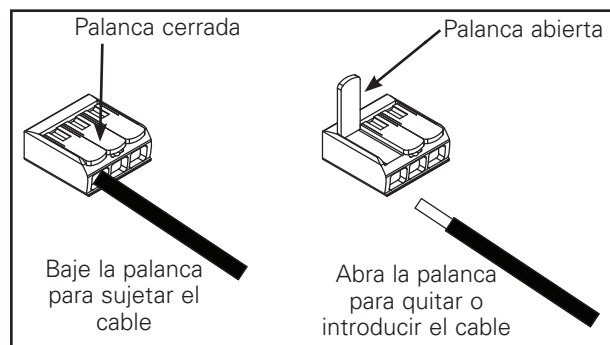

Figura 16
4. Conecte los cables conductores de suministro a los cables conductores de la caja de empalmes (línea, neutro y tierra) en el accesorio con los conectores de palanca. (Figura 16). Cerciérese de no dejar conductores desnudos por fuera de los conectores de palanca.
5. Levante la lengüeta naranja del conector para soltar el cable y ciérrelo para sujetar el cable en el lugar. (Figura 16).